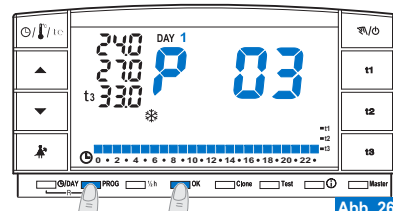

Abb. 26
- Wählen Sie mit der Taste **PROG** das gewünschte Wochenprogramm, und bestätigen Sie es mit der **OK**-Taste (Beispiel in Abbildung 26).